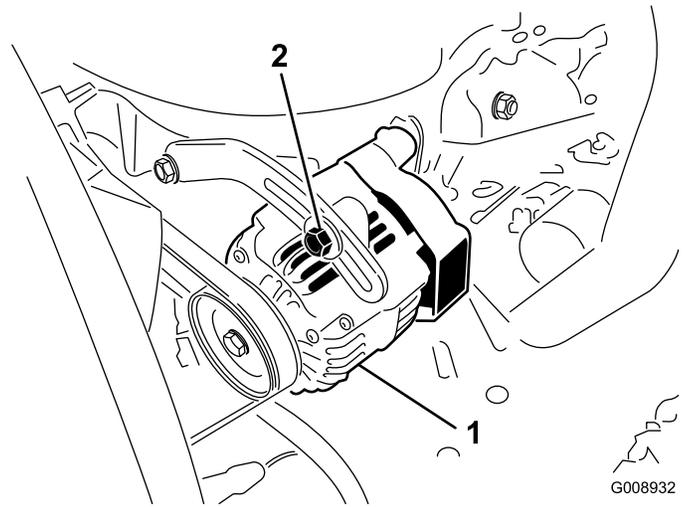

Bild 50
2. Lockern Sie bei einer Durchbiegung von mehr oder weniger als 10 mm die Befestigungsschrauben der Lichtmaschine (Bild 50).